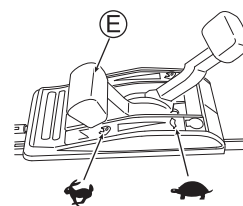

Fig. 13
- Vérifiez qu'il n'y a personne derrière vous lorsque vous tirez sur le bouton du Démarreur (V).
- Attrapez fermement le bouton du Démarreur (V) lorsque vous le tirez.
- Remettez doucement le bouton du Démarreur (V) dans sa position initiale.
- 5 Faites chauffer la machine avant de l'utiliser. Une fois que le moteur est chaud, commencez à tondre en plaçant la Manette des gaz (E) sur la position "||". (Voir Fig. 13)